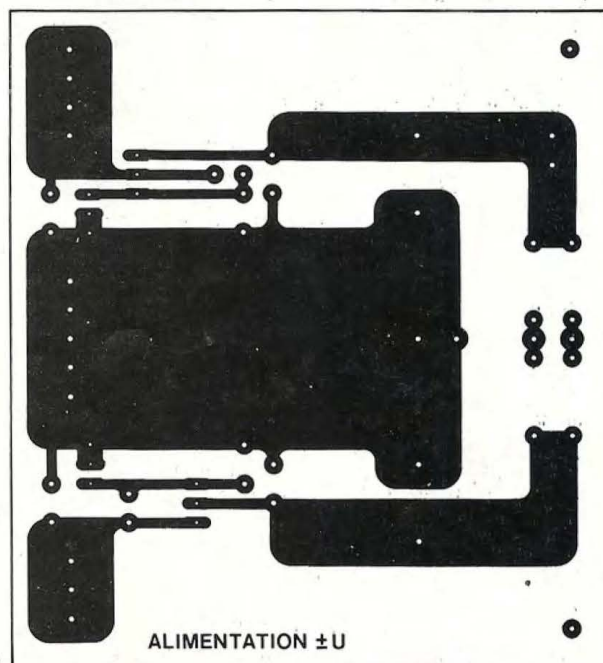
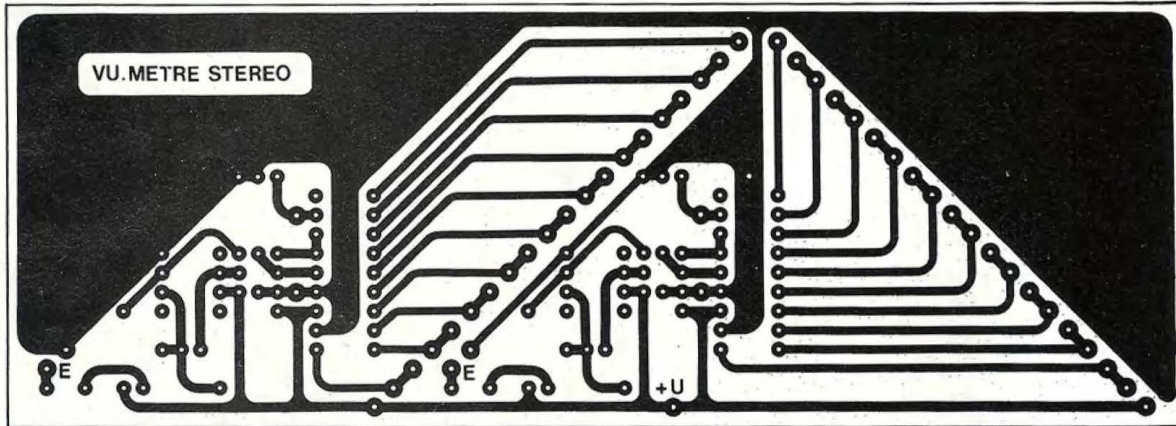

Fig. 8D
Fig. 8C
- Le vu-mètre de la figure 8C est implanté pour les deux canaux. On y remarque les deux lignes de pastilles destinées à recevoir les diodes leds qui montent en formant un V à l'envers. - L'alimentation régulée ± 15 V en figure 8D est à reproduire en un seul exemplaire. Elle est surdimensionnée.